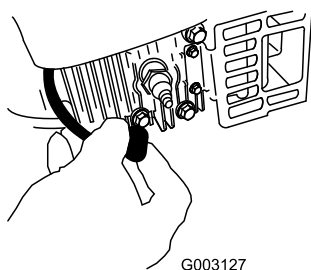

Figure 37
2. Débranchez la bougie (Figure 37) avant de procéder à un quelconque entretien.